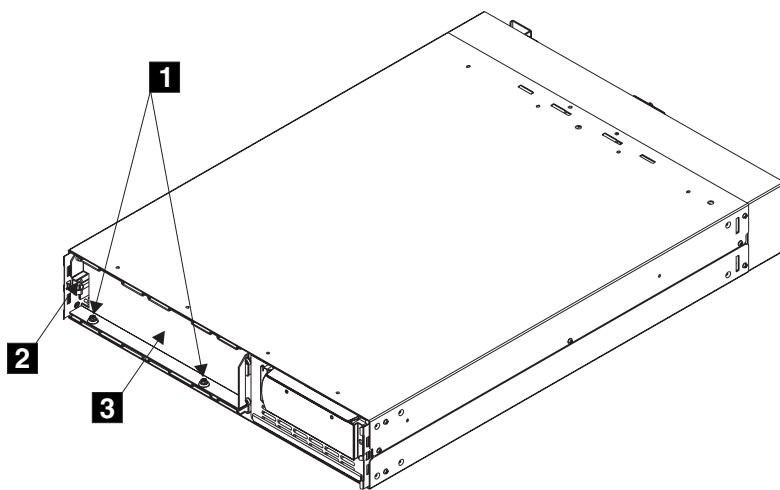

图 119. 卸下电池固定支架
- c. 卸下支架左侧的两个螺栓 **1** 和附加的螺母 **2**，卸下电池固定支架 **3**。请参阅图 119。